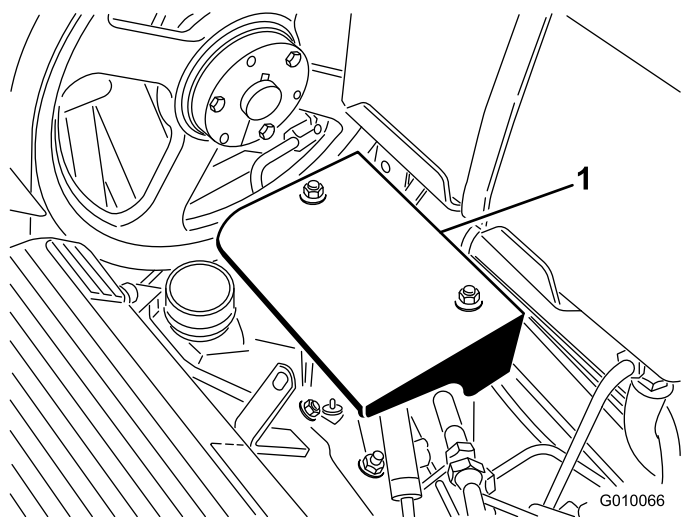

Figura 57
3. Retire as 2 porcas de montagem do resguardo da bomba e retire o resguardo (Figura 57).